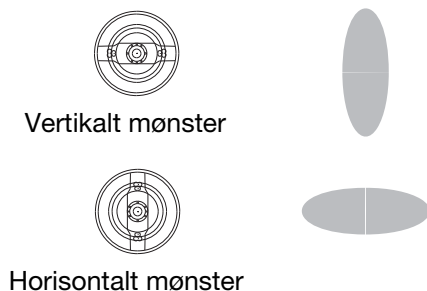

FIG. 19. Lufthættepositioner
3. Løsn lufthættens holdering, og drej lufthætten til et vertikalt eller horisontalt sprøjtemønster. Se FIG. 19.